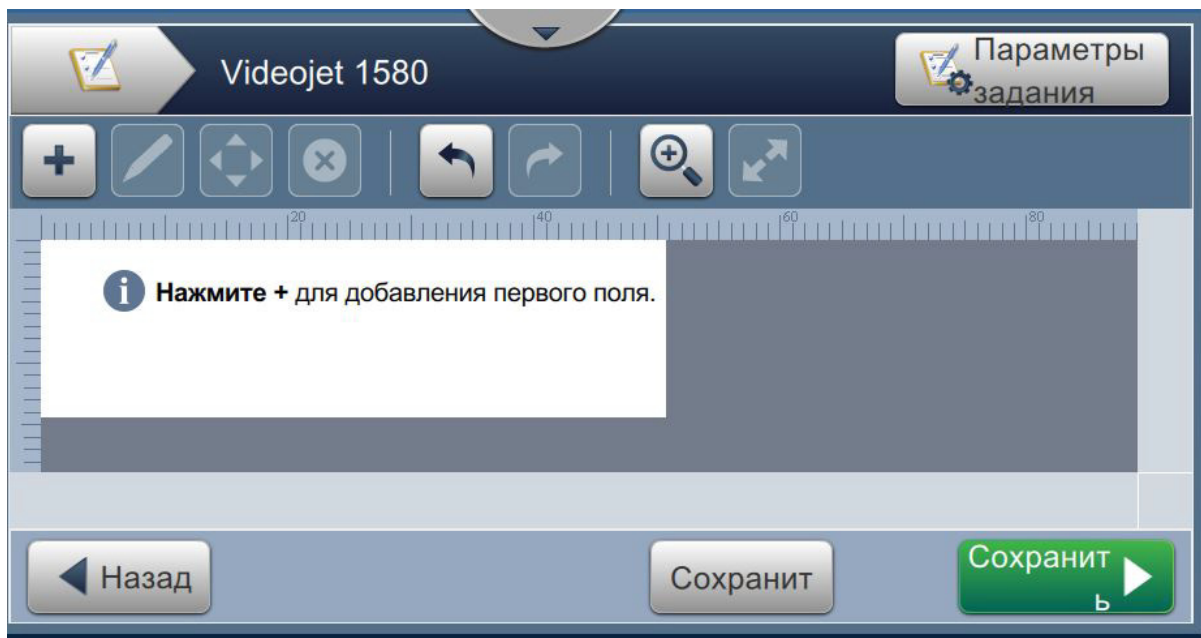

Рис. 5-3: Экран редактора заданий
6. Отобразится экран «Редактор заданий», как показано на Рис. 5-3.